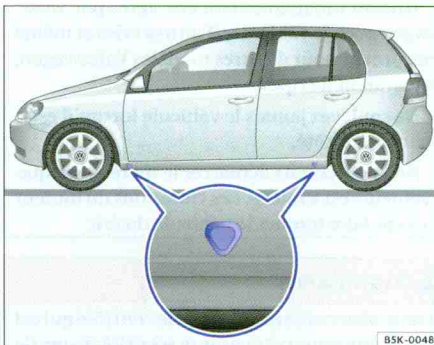

Fig. 193 Points de prise du cric
⇒ fig. 193. Un point de prise se trouve à côté de chacune des roues ⇒ ⚠.
5. Cherchez le point de prise du cric ⇒ page 323, fig. 193 qui se trouve le plus près possible de la roue à changer.